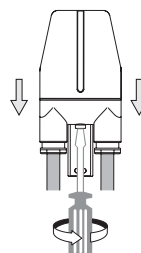

fig. 8
- Fissare la calotta serrando la vite sino a quando la calotta preme sulla guarnizione garantendo la chiusura ermetica (fig.8).